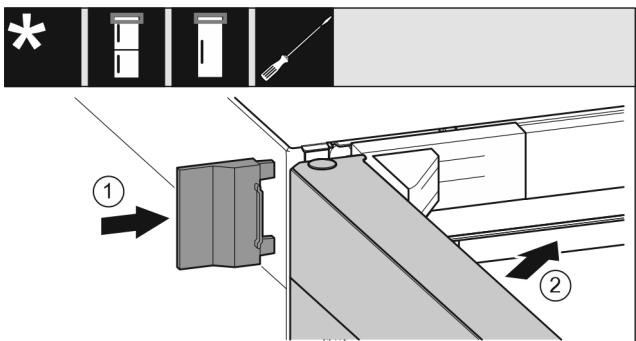

Fig. 23
- Ωθήστε το εξωτερικό κάλυμμα Fig. 23 (1).
- Κλείστε την επάνω πόρτα Fig. 23 (2).